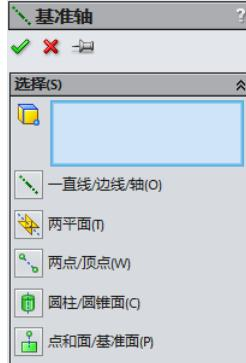

图 3-4 “基准轴”属性管理器
1. 在菜单栏中选择“插入参考几何体”→“基准轴”命令，或者单击“特征”工具栏上的“基准轴”图标按钮 。此时出现“基准轴”属性管理器，如图 3-4 所示。